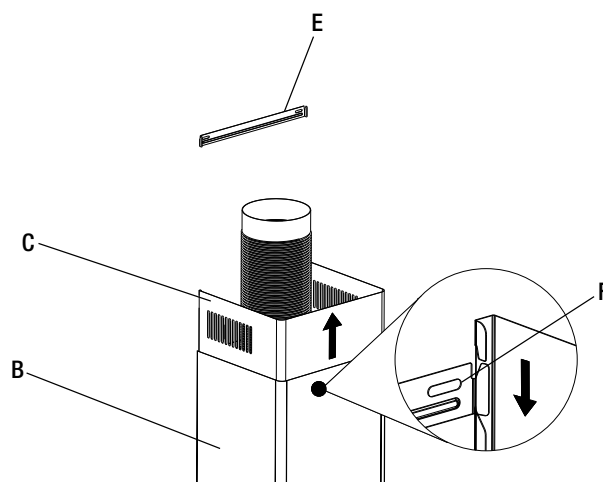

Fig. 10
- Insérer la cheminée supérieure (C) à l'intérieur de la cheminée inférieure (B), et installer les deux sur la hotte. Accrocher la cheminée inférieure (B) sur le support inférieur (F), comme illustré à la figure 10.